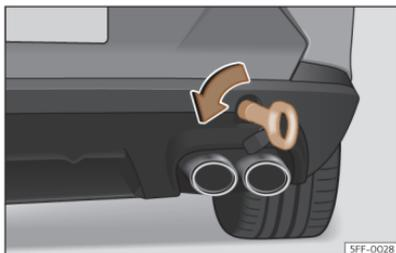

Abb. 202 Auf der rechten Seite des hinteren Stoßfängers: Eingeschraubte Abschleppöse.
- Drehen Sie die Abschleppöse **entgegen dem Uhrzeigersinn** so fest wie möglich in die Aufnahme >>> **(Abb. 202)**, >>> ⓘ. Verwenden Sie ein geeignetes Hilfsmittel, um die Abschleppöse festzuziehen.